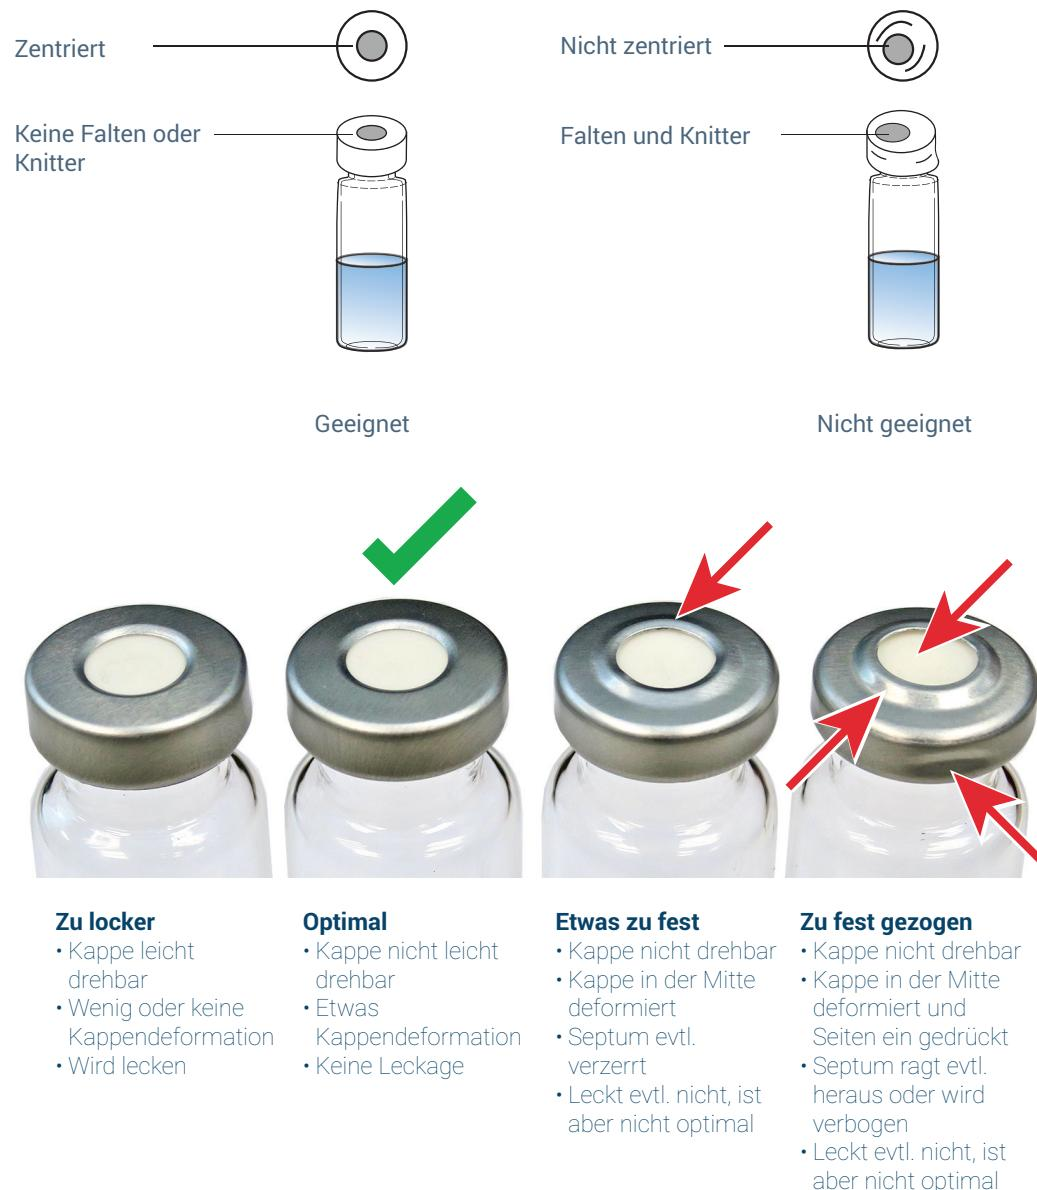

Abb.10. Geeignete und ungeeignete Fläschchenkappen
Abbildung 10 zeigt korrekte und fehlerhafte Fläschchenkappen.
- 1 Stellen Sie zunächst ein leeres, verschlossenes Übungsfläschchen laut Beschreibung in „**Verschließen eines Probenfläschchens mithilfe einer elektronischen Crimpzange**“ oder „**Verschließen eines Probenfläschchen mit einer manuellen Crimpzange**“ her. Überprüfen Sie, ob es akzeptabel aussieht. Es sollte wie das optimale Fläschchen in **Abbildung 10** aussehen. Wenn nicht, justieren Sie die Crimpzange und stellen Sie weitere leere Übungsfläschchen her, bis Sie ein optimal aussehendes Fläschchen haben.
- 1 Drücken Sie auf die Schaltfläche Park (Ruheposition), um den Probenteller in die Ruheposition zu bewegen, damit der Fläschchenständerbereich leicht zugänglich ist. Siehe **Abbildung 10**.